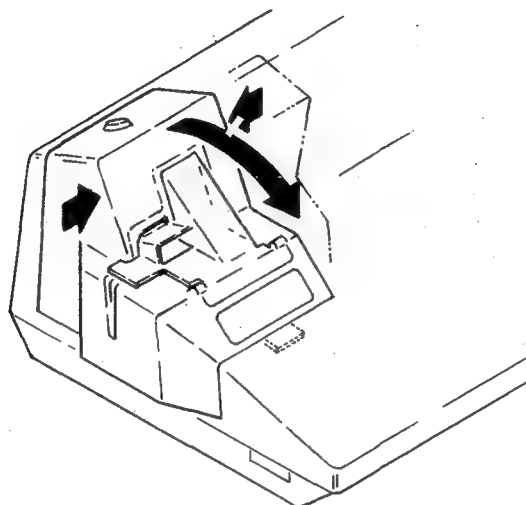

Abb. 12
- (1) Um Ihre Sicherheit zu gewährleisten, die ER-6750 zuerst vom Netz trennen.
- (2) Die Druckwerkabdeckung durch Festhalten an beiden Seiten sowie Hochheben und Drehen (Innen zugerichtet) entfernen (siehe Abb. 12).